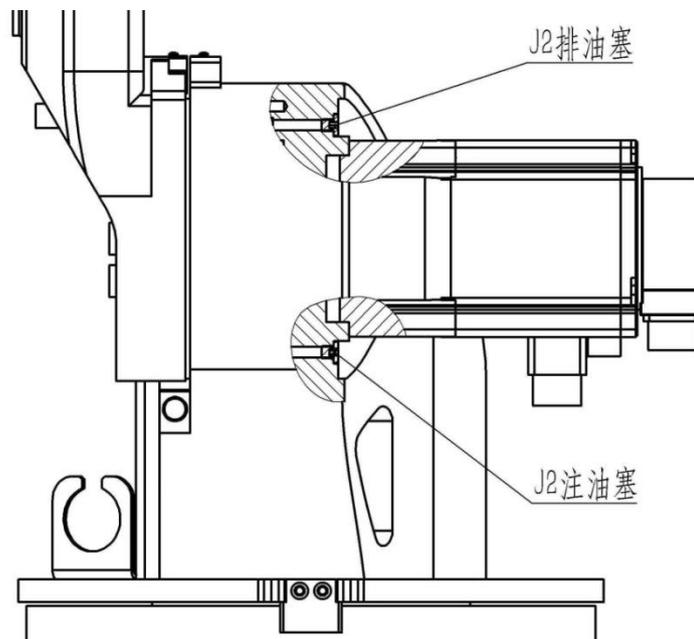

图 3.2 J2 轴油口示意图
J2 轴油口位置，参考章节 3.3.4，图 3.2
2) J2 轴油脂补充与更换（参考图 3.2）